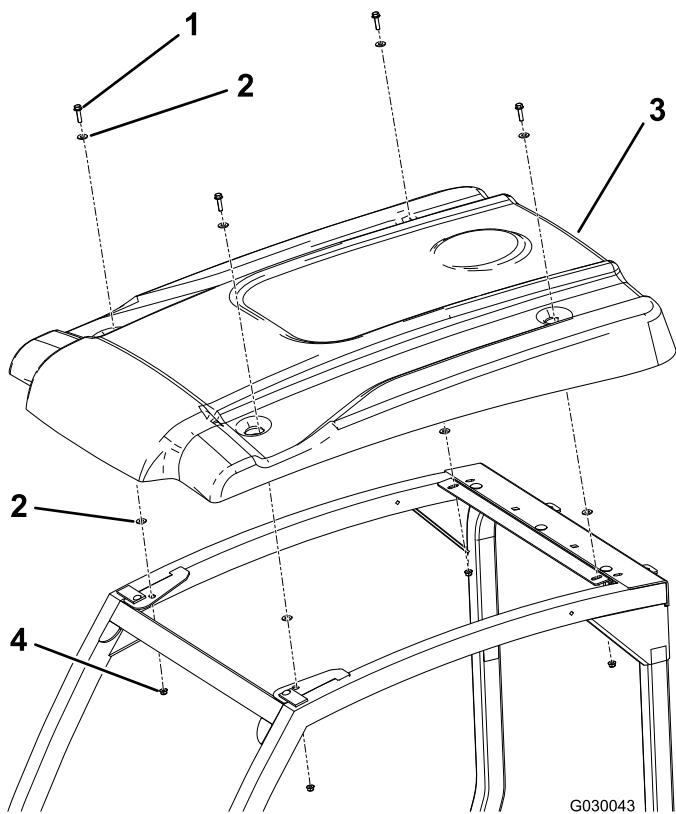

Figura 5
2. Posizionate il tettuccio come illustrato nella Figura 5.